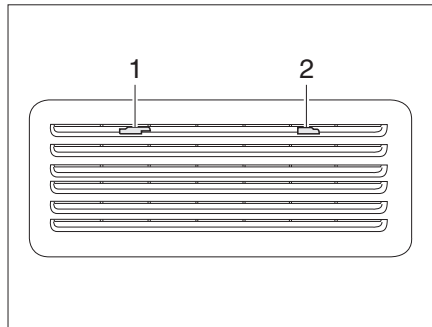
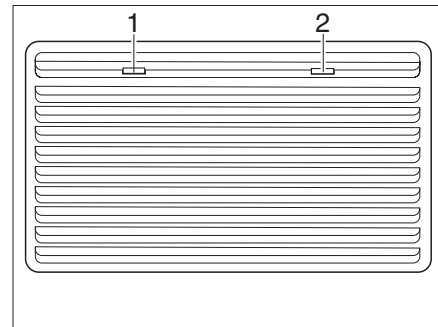

Bild 129 Kühlschrank-Lüftungsgitter (Thetford klein)
Bild 130 Kühlschrank-Lüftungsgitter (Thetford groß)
- Arretierungen (Bild 129,1 und 2 bzw. Bild 130,1 und 2) zur Mitte schieben.